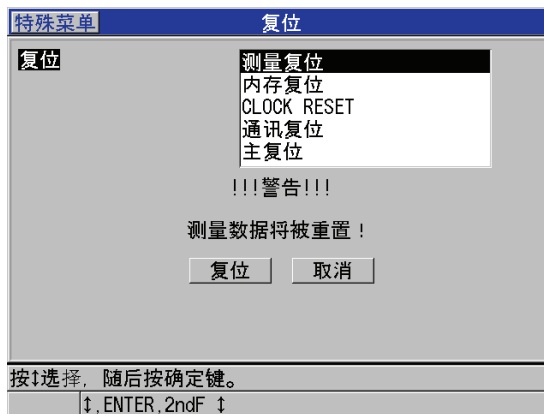

图 15-1 激活复位功能
3. 在**复位**屏幕中 (参见第 237 页的图 15-1):